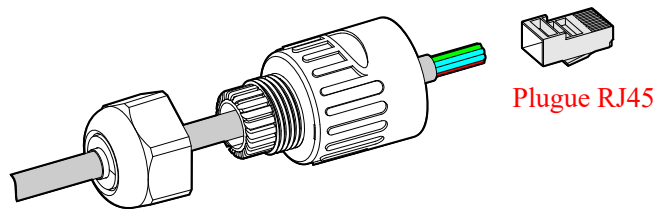

Figura 3-30 Crimpe os cabos do plugue RJ45
- Etapa 1 Desencape o fio de comunicação com o desencapador de fios, solte a contraporca do conector RJ45 à prova d'água e depois passe o fio de comunicação pelo conector RJ45 e crimpe-o no conector RJ45, como exibido na Figura 3-30.